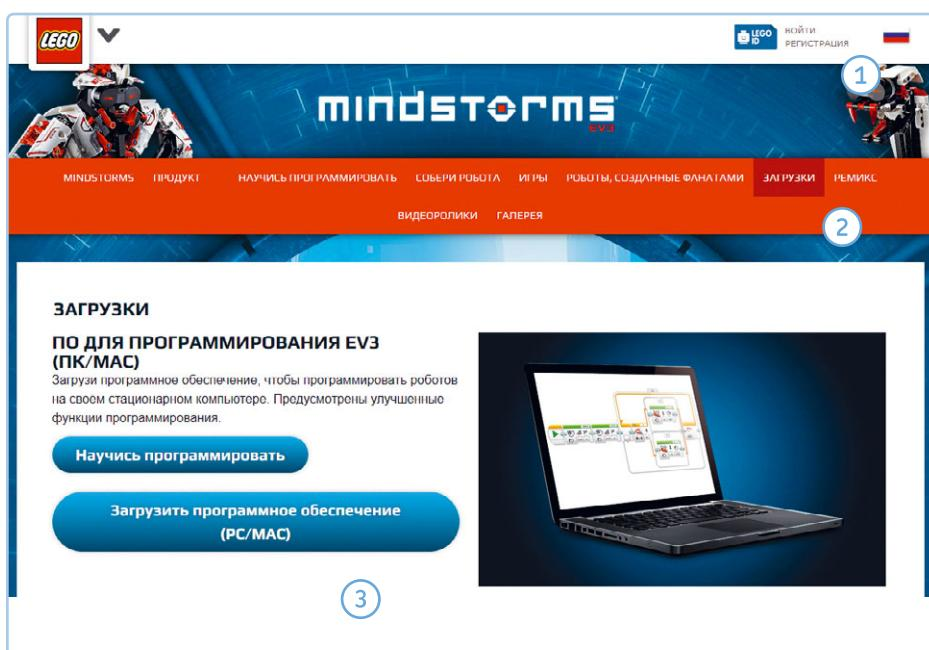

Рис. 1.8. Страница загрузки на веб-сайте LEGO MINDSTORMS EV3. Здесь вы тоже можете загрузить дополнительный контент, например руководство пользователя
- Перейдите по ссылке www.lego.com/ru-ru/mindstorms/. Выберите желаемый язык, а затем щелкните мышью по ссылке **Загрузки** (Downloads). Прокрутите страницу и нажмите кнопку **Загрузить программное обеспечение (PC/MAC)** (Download Software (PC/MAC)), как показано на рис. 1.8. Обратите внимание, что вы можете выбрать любой язык интерфейса, но в этой книге описана русская версия.